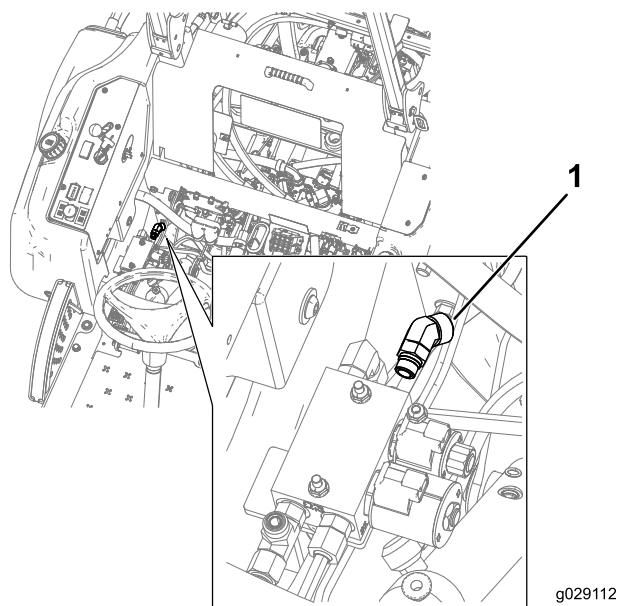

Figura 19
5. Eleve o banco na máquina e instale a união de 45° como se mostra na Figura 19.